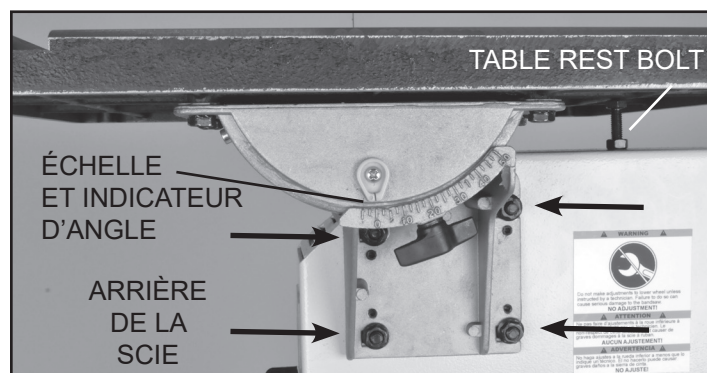

FIGURE 11
1. Dévisser les quatre écrous à bride à tête hexagonale (#116) qui retiennent le tourillon inférieur et la table au châssis de la scie à ruban. FIG. 11.
4. Avec la table bien attachée en position, vérifiez si l'indicateur d'angle (#120) de la table donne une lecture de zéro degré sur l'échelle située sur le tourillon inférieur. Desserrer la vis de fixation de l'indicateur et replacer au besoin à une lecture de zéro degré. FIG. 11.